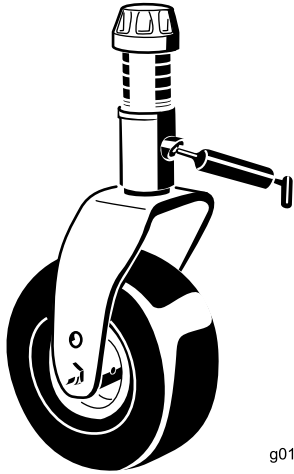

図 18
- ・ キャスタ・フォークのシャフトのブッシュ (2ヶ所) (図 18)